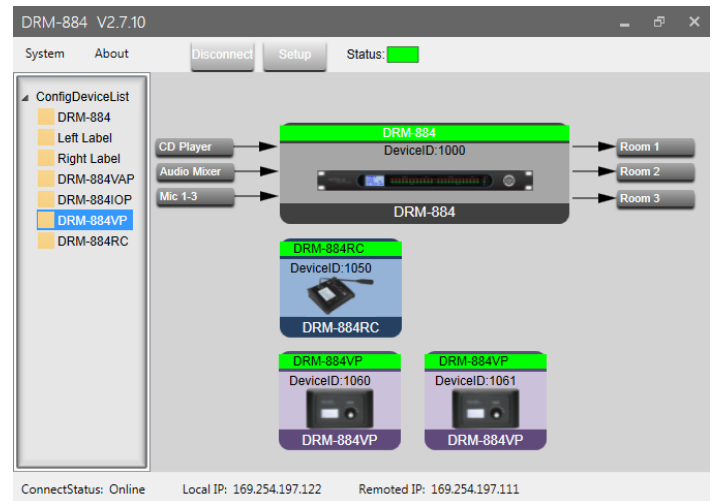

Abb. 14 System Configuration (Daisy Chain Network Mode)
Im „Daisy Chain Network Mode“ kann die Konstellation der verwendeten Geräte abgebildet werden. Dazu die Namen der verwendeten Geräte aus der Liste „Config Device List“ nach rechts auf die Fläche ziehen (Abb. 14). Das Gerät wird nun durch einen Block repräsentiert, der mit der Maus frei platziert werden kann. Der Block enthält den Gerätenamen, die Device-ID, die Bezeichnung des Gerätetyps und eine Abbildung. Der Gerätenamen ist zunächst identisch mit dem Gerätetyp, kann aber individuell geändert werden.
Zum Verbinden des Programms mit den Geräten auf die Schaltfläche „Connect“ klicken. (In Abbildung 14 ist die Verbindung bereits hergestellt, sodass hier „Disconnect“ anstelle von „Connect“ zu sehen ist.) Wenn daraufhin die Meldung „Remote device ip is empty or invalid“ erscheint, muss die Verbindung zunächst gesucht werden. Dazu auf „Setup“ klicken. Es erscheint folgendes Fenster.
- 4) Im Fenster mit der abgebildeten Gerätekonstellation (Abb. 14) auf „Connect“ klicken.
Nach dem Starten des Programms im „Star Network Mode“ oder nach einem Doppelklick auf den Block des DRM-884 in der Abbildung der Gerätekonstellation im „Daisy Chain Mode“ (Abb. 14) werden die Einstellungen eines verbundenen DRM-884 in den Computer geladen und die Ansicht „Input DSP Channel“ angezeigt. Zum Wechsel der Ansicht auf die Schaltflächen oben klicken. Eine Änderung der Einstellungen am Bildschirm wirkt sich direkt auf die Signalverarbeitung des DRM-884 aus.